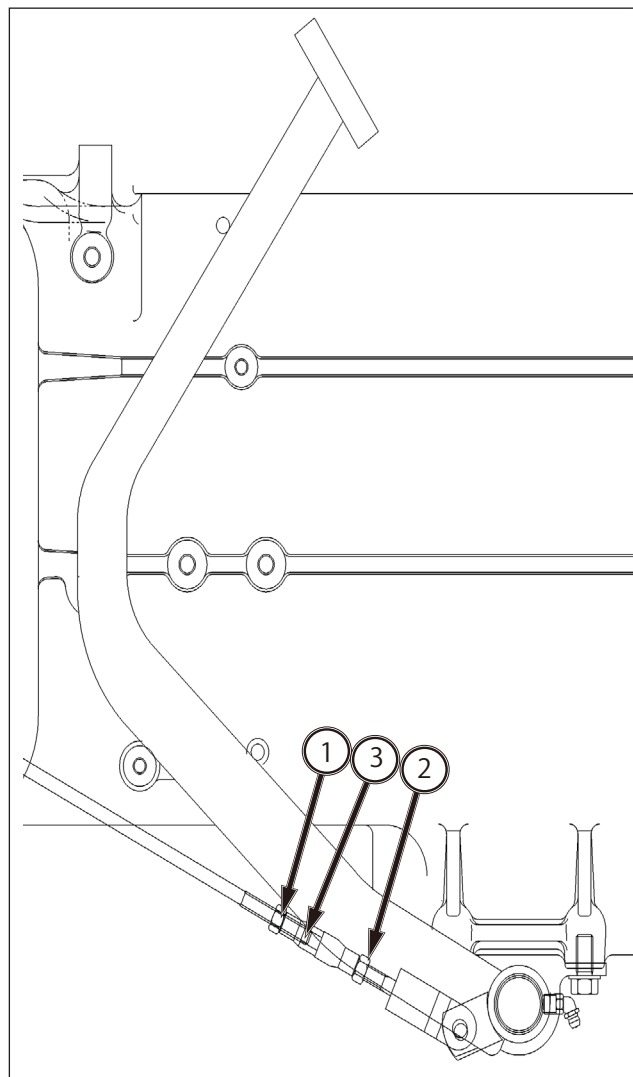

FIG. 140
FIG. 140 : pour régler la garde de la pédale d'embrayage, desserrez l'écrou de blocage (1) (filet gauche) et l'écrou de blocage (2) (filet droit). Tournez le tendeur (3) pour obtenir la garde correcte. L'allongement de la tringle augmente la garde, le raccourcissement de la tringle réduit la garde.